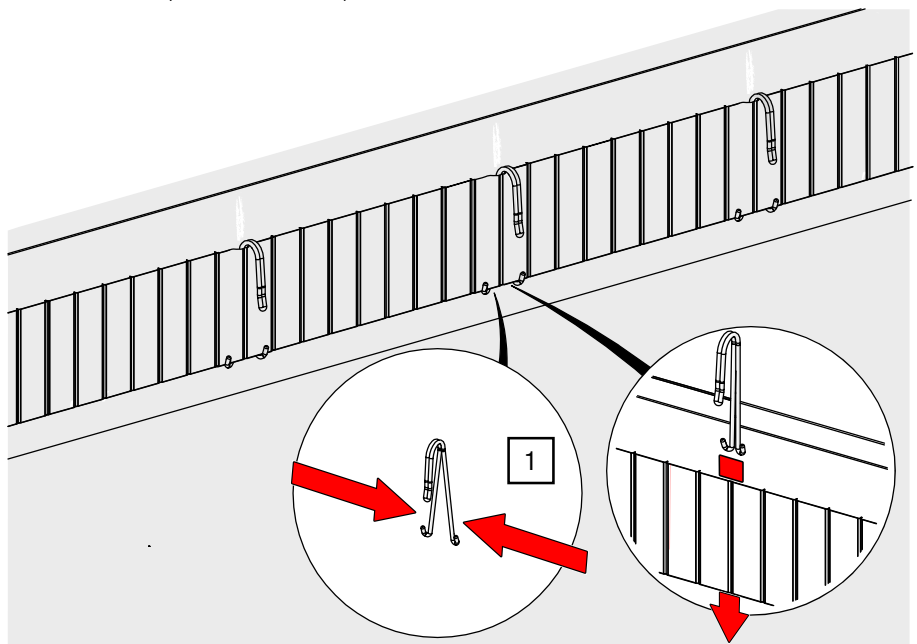

Abb. 111: Außenlagen – Stoffhaken in Faltenband einführen
1. Drücken Sie den Haken zusammen und schieben Sie je einen Fuß durch eine Schlaufe des Faltenbands, bis die Füße sich auf der Gegenseite einhaken (siehe Abb. 111).